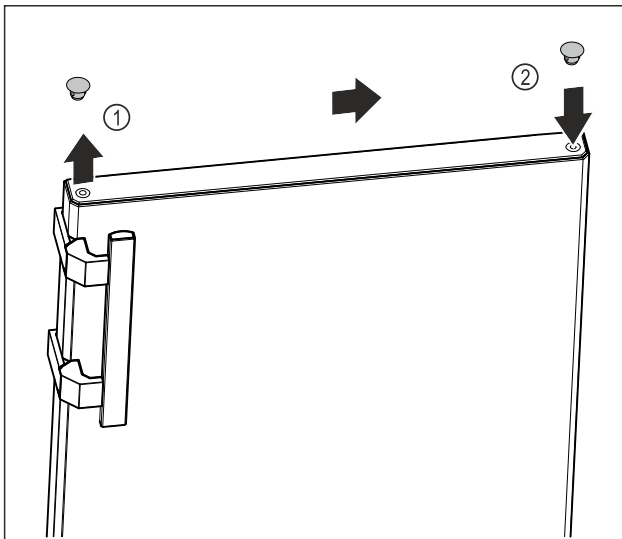

Fig. 17
- ▶ Nosta oven yläosan peitetulpat Fig. 17 (1) varovaisesti uraruuvimeisselillä.
- ▶ Aseta peitetulpat vastapäiselle puolelle. Fig. 17 (2)